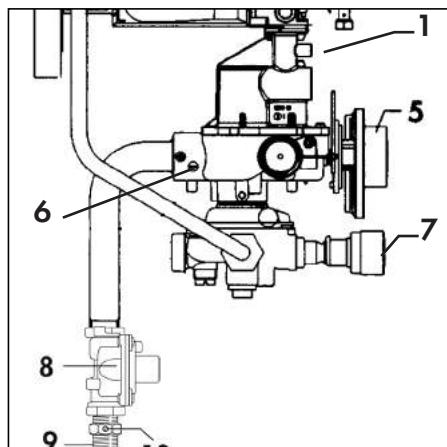

Рис. 17.1: Контроль настройки давления газа
- Установите крышку (15) обратно, крепко затянув её 4 винтами (14).
- Открутите винты (12) и снимите крышку (13) с газовой арматуры (крышка подпружинена).
- Вытащите прокладку корпуса (20), пружину клапана модуляции (17) и клапан модуляции (18).
- Замените клапан (18) и прокладку корпуса (20) на соответствующие из комплекта для перенастройки и вставьте их вместе с прежней пружиной (17) в газовую арматуру. Обратите внимание на правильное положение уплотнительной прокладки.
- Установите крышку (13) обратно, крепко затянув её винтами (12).
- Установите коллектор (2) с соплами и соберите горелку.
- Подсоедините U-образный манометр к штуцеру для измерения давления газа на соплах (1, рис. 17.1), вывернув из него винт.
- Подсоедините U-образный манометр к штуцеру для измерения давления газа на соплах (1, рис. 17.1), вывернув из него винт (рекомендуется U-образный манометр Vaillant № 99-0034).
- Запустите аппарат в работу на максимальной мощности согласно указаниям на стр. 9 и 10 и, вывернув регулятор температуры (7, рис. 17.1) до упора вправо, откройте возможно больший разбор горячей воды.
- Установите вращением установочного винта секторного дросселя (6, рис. 17.1) давление на соплах, указанное в таблице на стр. 25:
(1, рис. 17.1) для измерения давления газа на соплах.